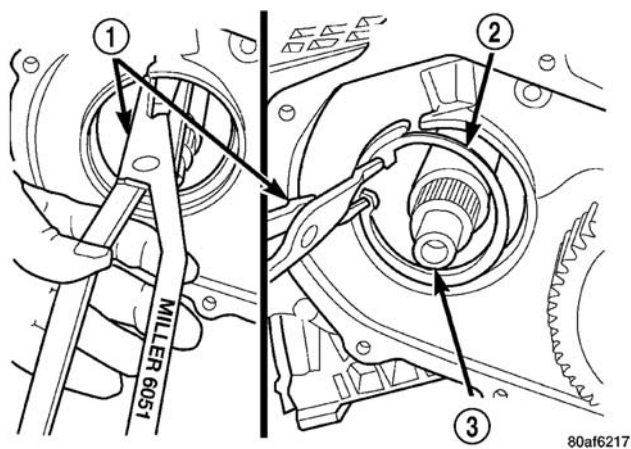

图 116 安装动力传输轴轴承卡环
(27) 用工具 6051, 安装动力传输轴轴承卡环(图 116)。